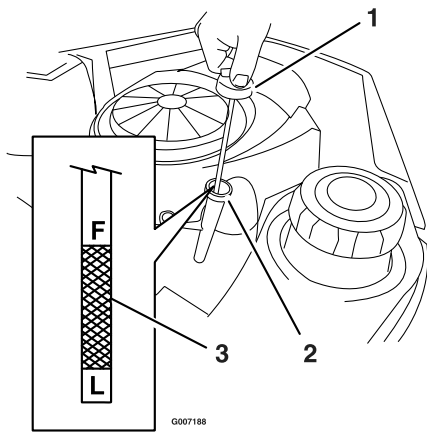
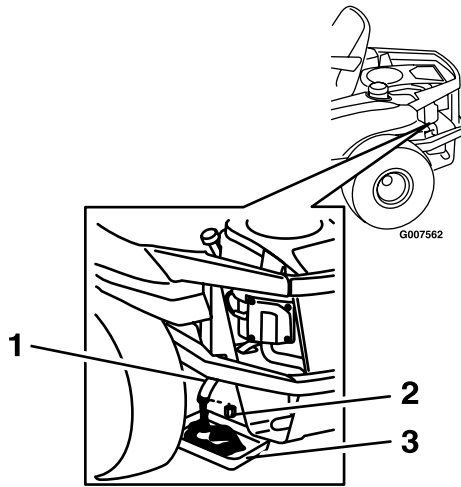

Figura 31
Figura 33
4. Retire el tapón de llenado/varilla de aceite y límpielo. Vuelva a colocar la varilla y empuje firmemente para asentarla en su lugar (Figura 31).
de la máquina, directamente debajo del orificio de vaciado del bastidor, según se muestra en Figura 33
6. Retire el tapón de vaciado de aceite (Figura 33). Retire el tapón de llenado/varilla (Figura 31).
9. Cuando se haya drenado completamente el aceite, coloque el tapón de vaciado. Apriete el tapón a un par de 14 N-m (125 pulgadas-libra). Limpie cualquier exceso de aceite del bastidor (Figura 33).
contacto con el adaptador, luego apriete el filtro 1/2Figura 33–3/4 de vuelta más ().
14. Compruebe el nivel de aceite (Figura 31); consulte la sección Verificación del nivel de aceite.